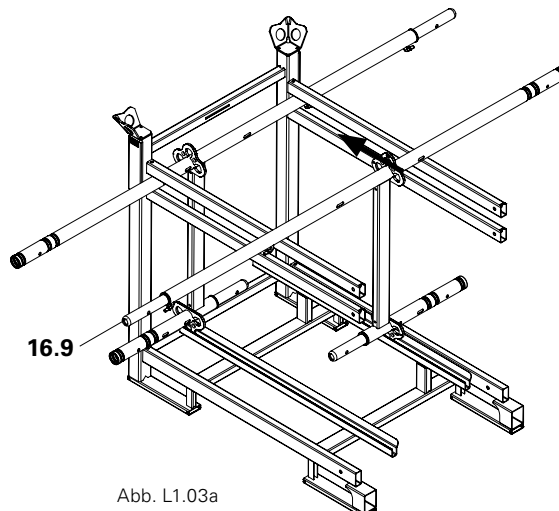

Abb. L1.03a
2. Nächsten Easy Rahmen EVF auf den oberen Kragholm, sowie auf die obere Auflagerschiene auflegen und nach hinten schieben. Der Zapfen des Easy Rahmen (16.9) zeigt nach links. (Abb. L1.03a)